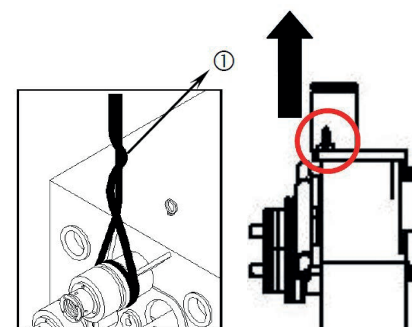

Fig. 11 : Changer la position de la cintreuse
1. Enroulez une sangle d'une capacité de charge de 1 T autour de l'axe du galet supérieur (Fig. 11, gauche, PRM 50 FH), ou fixez un crochet à l'anneau de transport (Fig. 11, droite, PRM 60 FH).